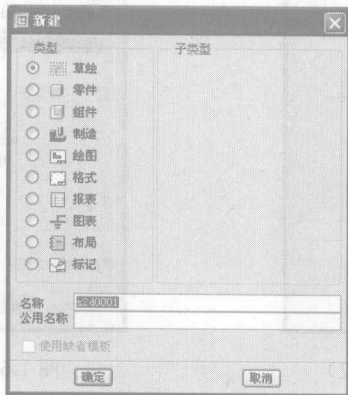

图 1-4 “新建”对话框 (1)
(1) 在菜单栏中选取“文件”|“草绘”命令,或者单击系统工具栏中的“新建”按钮,系统将弹出如图 1-4 所示的“新建”对话框。